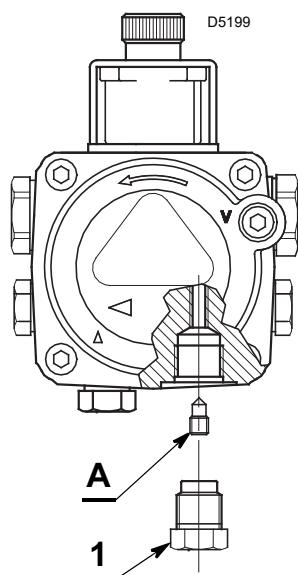

Abb. 11
Für den Einrohrbetrieb muss die Bypass-Schraube (A) entfernen, dann die Kappe 1) (Abb. 11) erneut angeschraubt werden.